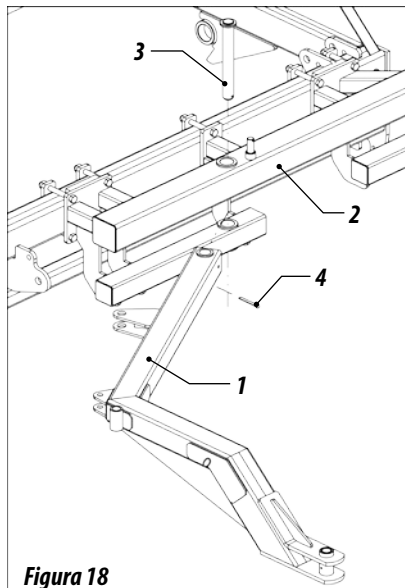

Figura 18
32 - Retire la plataforma (1) a través de los tornillos (2), arandelas y tuercas (3) y los contrapesos (4), según la cantidad que fuera necesaria para a fijar el soporte del juego de ruedas. FIGURA 18.